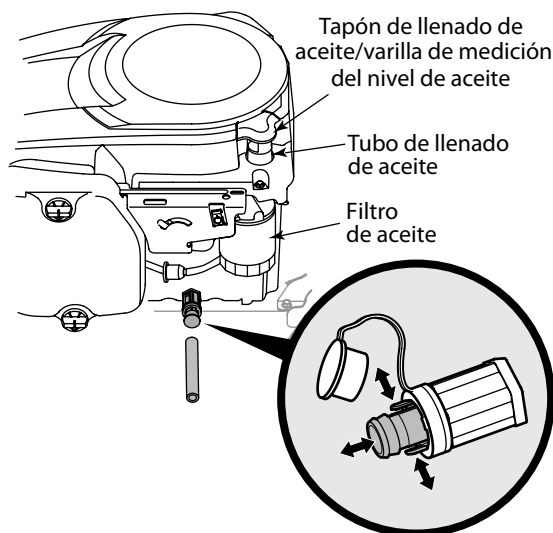

Figura 6-1
3. Abra el tapón protector en el extremo de la válvula de drenaje de aceite para dejar expuesto el orificio de drenaje. Consulte la Figura 6-1. Retire el tapón de llenado de aceite /la varilla de nivel de aceite del tubo de llenado.